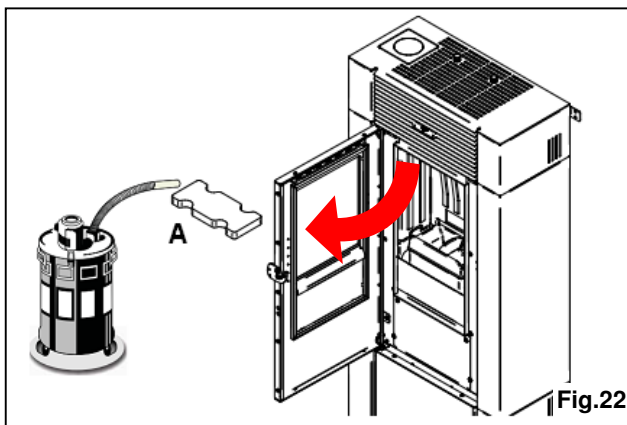

Fig.22
PULIZIA DEL DEFLETTORE FUMI: Eliminare le ceneri che si depositano sopra il deflettore fumi in refrattario ECOKER® (A) sfilandolo dalla sede e servendosi di un aspirapolvere (Fig. 22).